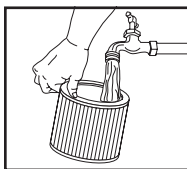

FIGURA 21
26. O enjuague el mismo (desde el interior del filtro) con agua. **FIGURA 21.** Seque completamente (aproximadamente 24 horas).